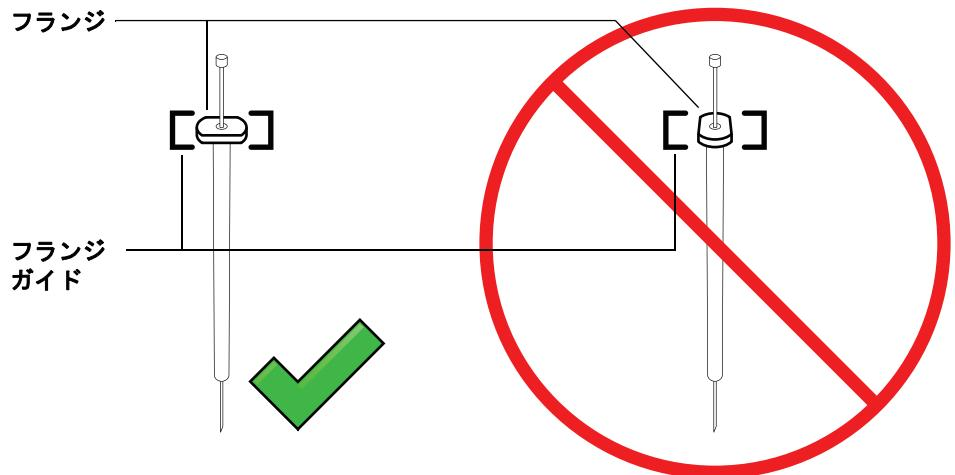

図 46 シリンジフランジの向き
- 7 シリンジフランジをフランジガイドに合わせ、シリンジを押してはめ込みます。ニードルの先端がニードルサポートフットのガイドホールに通ったままにしておきます。必ず、シリンジフランジの平らな端が外側に向くようにします（図 46）。